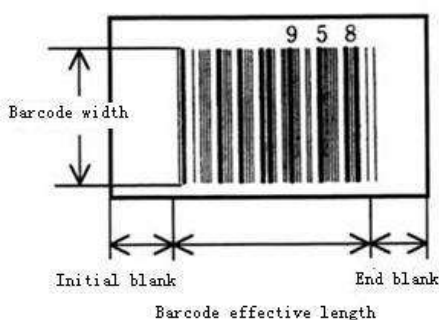

Рисунок 7-1-1:
- (2) Печатная ширина штрих-кода должна быть 8-12 мм, чтобы предотвратить ошибки считывания при повороте пробирки. Длина штрих-кода должна быть не более 40 мм. Поля до и после штрих-кода должны быть не менее 3 мм, а количество цифр в штрих-коде CODE128, CODE39, CODE93, CODEBAR и INTERLEAVED 2OF5 (12OF5) должно быть больше 4, но меньше 20, а в CODE39 больше 4, но меньше 12, как показано на рис. 7.1.1: